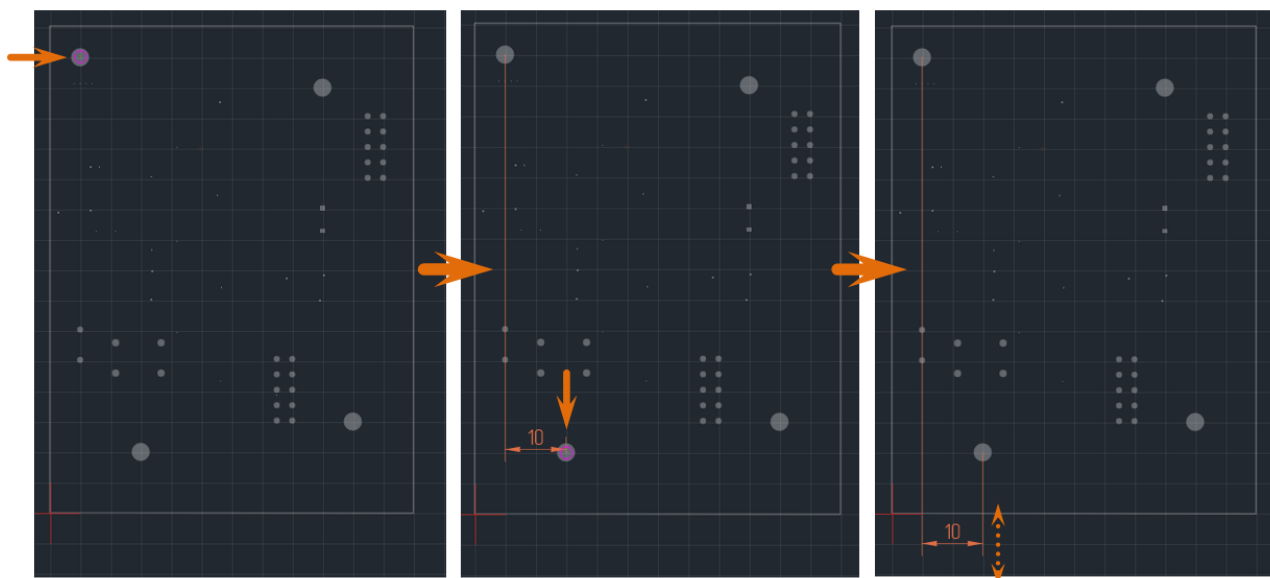

Рис. 454 Размещение горизонтальной размерной линии от общей базы. Первый размер
5. Установите длину и направление выносных линий, зафиксируйте кликом левой кнопки мыши или клавишей «Enter», см. Рис. 454.